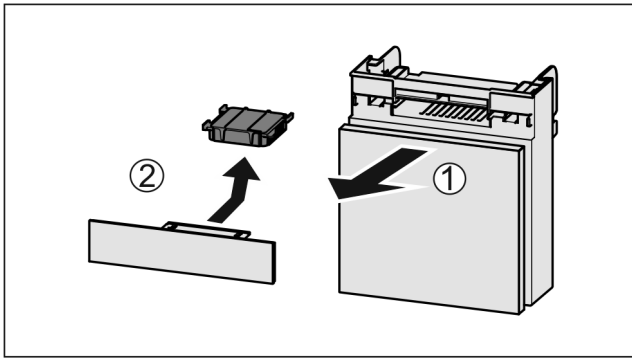

Fig. 254
- ▶ Fach nach vorne herausziehen Fig. 254 (1).
- ▶ Aktivkohlefilter entnehmen Fig. 254 (2).